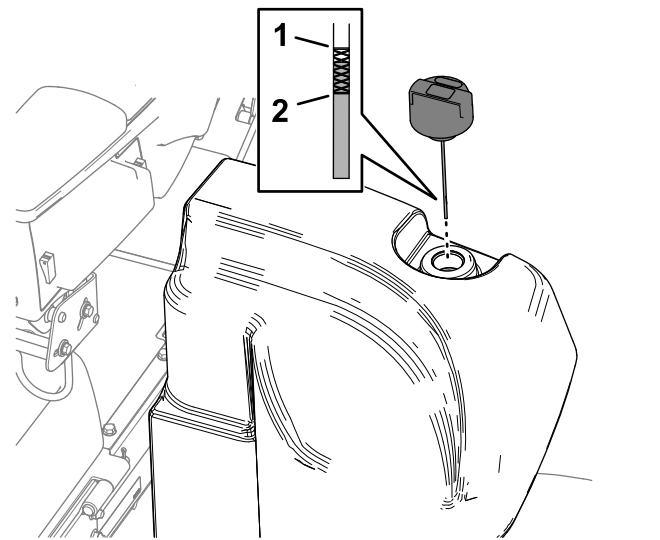

Figura 101
2. Limpe a zona em redor do tubo de enchimento e da tampa do depósito hidráulico (Figura 101).